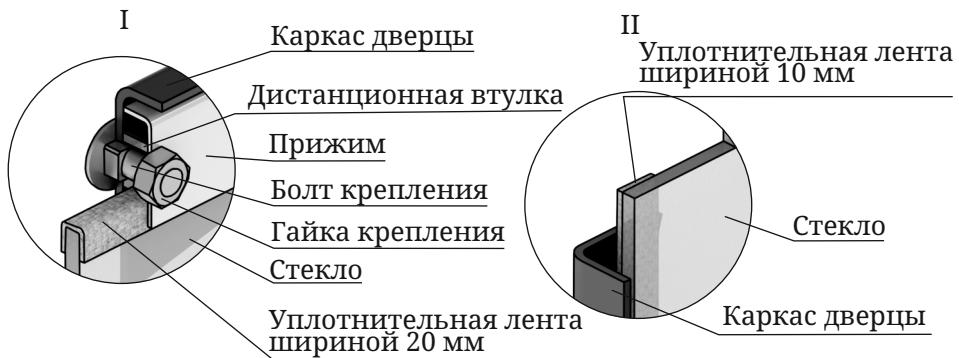

Рисунок 11. Крепление светорозрачного экрана дверцы модификации «Витра»
1. Отверните две гайки, фиксирующие прижим (рисунок 11.I), демонтируйте его и дистанционные втулки.
3. Возьмите новое стекло. Если на нем нет уплотнительных лент, наклейте их, лента шириной 20 мм наклеивается сверху и снизу стекла «П» — образно (рисунок 11.I), лента шириной 10 мм наклеивается вертикально, вдоль боковых сторон стекла (рисунок 11.II).
4. Вставьте стекло в упор, при этом лента, наклеенная с боковых сторон (вертикальная) должна быть зажата между стеклом и каркасом дверцы (рисунок 11.II).
*Внимание! Гайки, фиксирующие прижим накручиваются на болты крепления через дистанционные втулки (рисунок 11.I).*